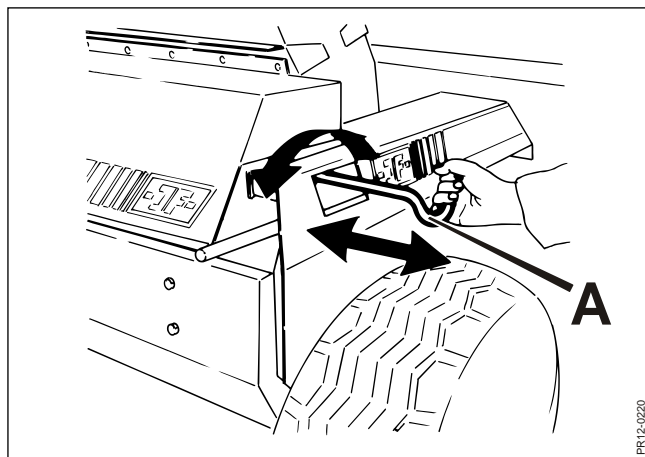

Fig. 4-24
- Fig. 4-24** 7. Haga avanzar un poco el rodillo con la palanca **A** hasta que la piedra entre en contacto con la cuchilla. Ahora desplace la piedra a lo largo del rotor mediante un movimiento deslizante de un lado a otro. Gire un poco más el rodillo y repita el movimiento a lo largo del rotor, de manera que todas las cuchillas del rotor queden afiladas.